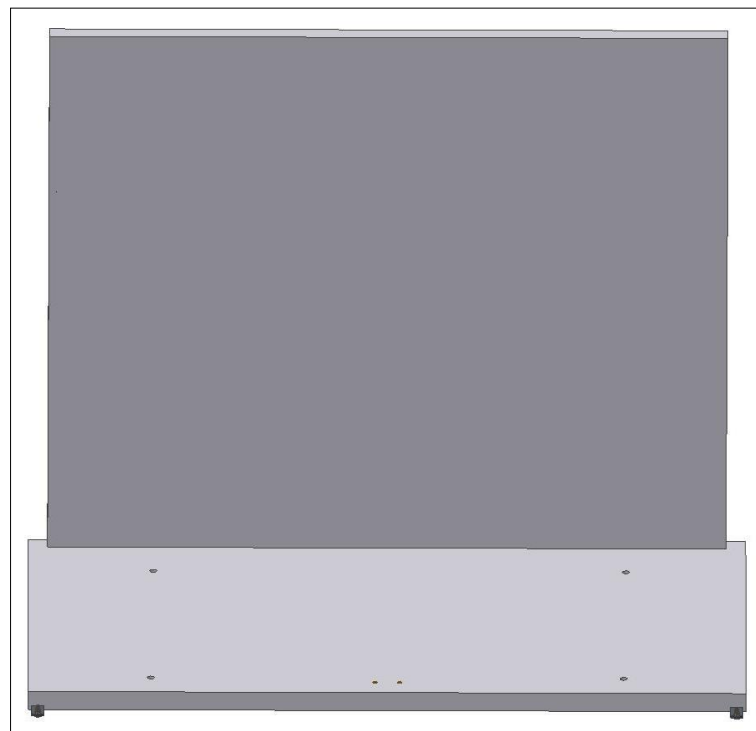

Fig. 3
- Encaixar **painel da costa** sobre o painel do fundo e apertar (Fig.3);